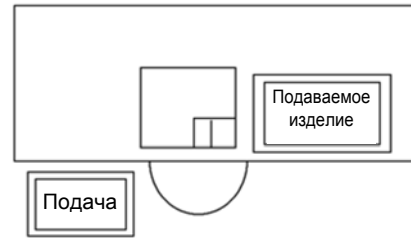

Рис. 8
3.3. Факторы, влияющие на расположение настольных машин (рис. 8)
На Рис. 8 показано правильное расположение машины, место оператора и рекомендуемое положение ножного переключателя.